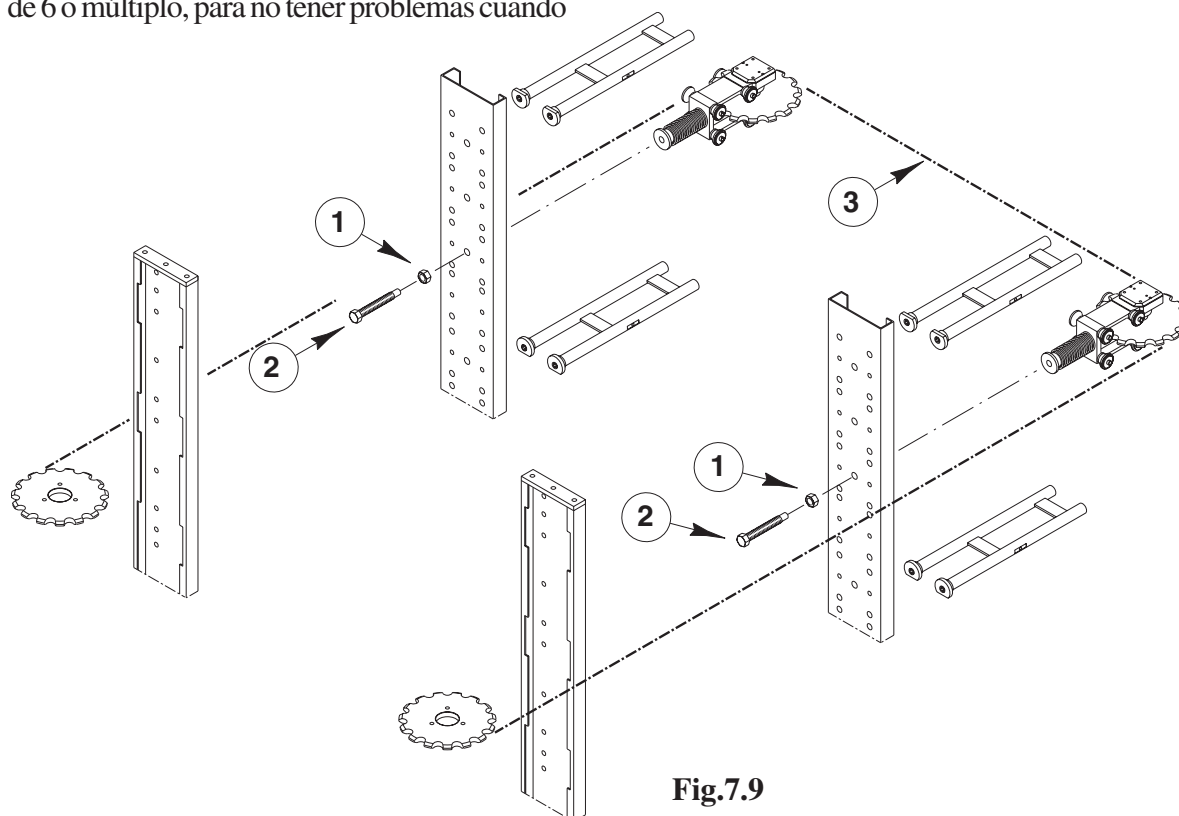

Fig.7.9
7.4.2 Puesta en tensión de la cadena mediante los patines de tensado (Fig.7.9):
- 2) Afloje las contratuercas (Pos.1, Fig.7.9) y destornille completamente los tornillos (Pos.2, Fig.7.10) de todos los patines de tensado para permitir a los resortes su mayor distensión.
- 3) Proceda a la recuperación de los eslabones superfluos, partiendo de un punto intermedio entre la columna 'C' y 'D' (Pos.3, Fig.7.9), haciendo correr a mano la cadena y siguiendo el sentido de marcha del funcionamiento normal, hasta llegar al punto de inicio.